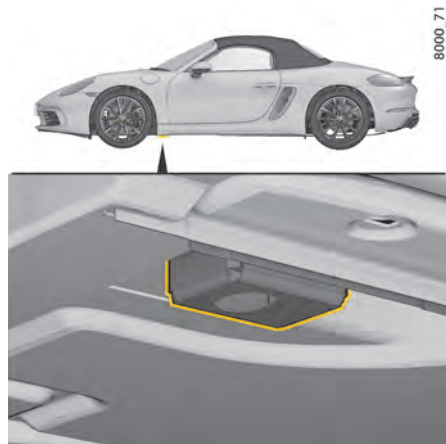
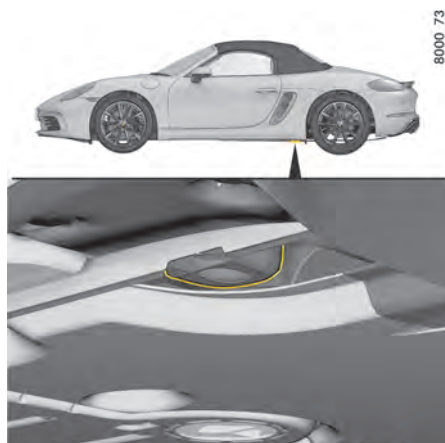

図.78: フロント側のリフティングプラットフォームとジャッキのジャッキポイント
図.79: リヤ側のリフティングプラットフォームおよびジャッキ用のジャッキポイント
- ▶ 車両は必ず、車両下回りにある規定のジャッキアップポイント (図.78、図.79) で持ち上げてください。